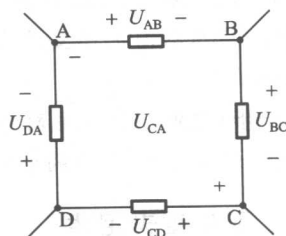

图 1-3 基尔霍夫电压定律实例
例题:有一闭合回路如图 1-3 所示,各支路的元件是任意的,但已知: $U_{AB} = 5\text{ V}$, $U_{BC} = -4\text{ V}$, $U_{DA} = -3\text{ V}$ 。试求:(1) U_{CD} (2) U_{CA} 。